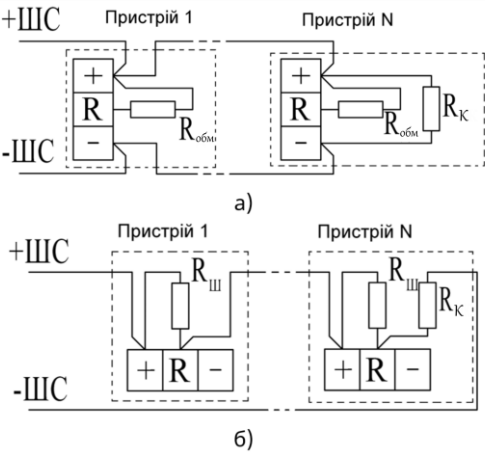

Рисунок 3.2 – Схема підключення пристроїв:
3.1 Для монтажу необхідно відкрити пристрій натисканням ключа на защіпку у верхній частині його корпусу, протягнути дрти всередину і закріпити пристрій на стіні приміщення за допомогою дюбелів та гвинтів (див. Рис. 3.16). Пристрій підключають згідно схеми, наведеної на Рис. 3.2. Рекомендований переріз дротів від 0,28 мм² до 1,0 мм².